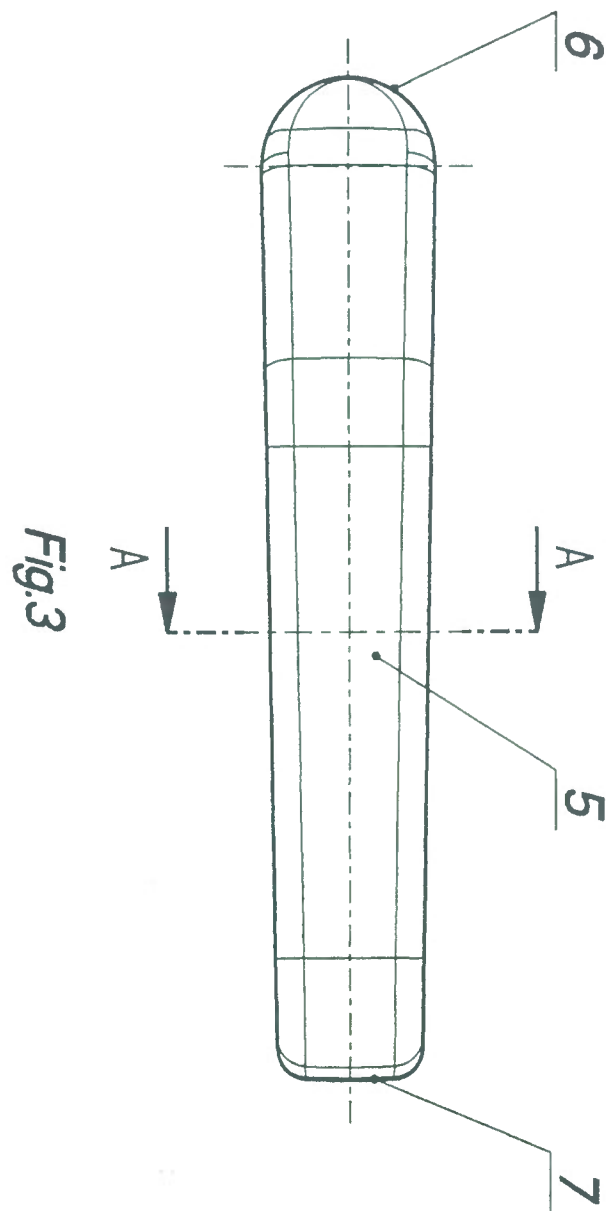
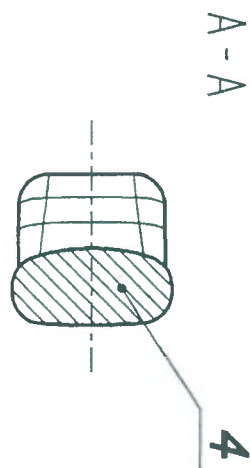

Fig. 3
Fig. 4
Przedmiot wzoru zdobniczego uwidoczniony jest na załączonych rysunkach na których fig. 1 przedstawia uchwyt klamki w widoku perspektywicznym, fig. 2 przedstawia widok uchwyty klamki z boku, fig. 3 przedstawia uchwyt klamki w widoku od czoła, fig. 4 przedstawia przekrój poprzeczny uchwyty klamki.
Uchwyt klamki składa się z części mocującej 1 w postaci walca wyposażonego w tulejki 2 oraz z części chwytowej 3. Część chwytowa 3 ma postać bryły przestrzennej kształtem zbliżonym do litery C o przekroju poprzecznym podobnym do spłaszczonej elipsy 4 a zarys tej części po stronie zewnętrznej uchwyty klamki w widoku z boku formowany jest promieniem R1 i linią prostą ukierunkowaną pod kątem  $\alpha$  a po stronie wewnętrznej linią prostą ukierunkowaną pod kątem  $\beta$ , natomiast przeciwległy koniec części chwytowej 3 wyprofilowany jest w kierunku płyty drzwiowej promieniem R2, przy czym środkowa część chwytowa 3 jest równoległa do powierzchni płyty drzwiowej jak przedstawiono na załączonym rysunku fig. 2, fig. 4.
1. Uchwyt klamki składający się z części mocującej w postaci walca wyposażonego w tulejkę oraz z części chwytowej znamiennej tym, że część chwytowa (3) ma postać bryły przestrzennej kształtem zbliżonym do litery C o przekroju poprzecznym podobnym do spłaszczonej elipsy (4) a zarys tej części po stronie zewnętrznej uchwyty klamki formowany jest promieniem R1 i linią prostą ukierunkowaną pod kątem  $\alpha$  a po stronie wewnętrznej linią prostą ukierunkowaną pod kątem  $\beta$ , natomiast przeciwny koniec części chwytowej (3) wyprofilowany jest w kierunku płyty drzwiowej promieniem R2 jak przedstawiono na załączonym rysunku fig. 2, fig. 4.